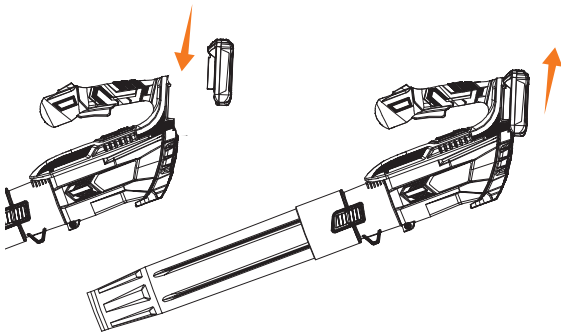

Рис. 10
1. Установите аккумулятор в крепление аккумулятора на корпусе воздуходувки до щелчка (Рис. 10). DABL 9042, необходимо установить два аккумулятора.